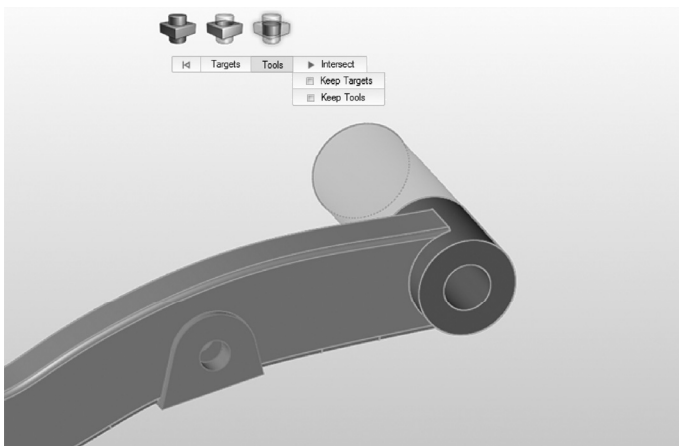

图 6-29
- 5) 单击模型视窗中的联结部分将其选中，选中 Keep Targets 复选框，如图 6-29 所示。